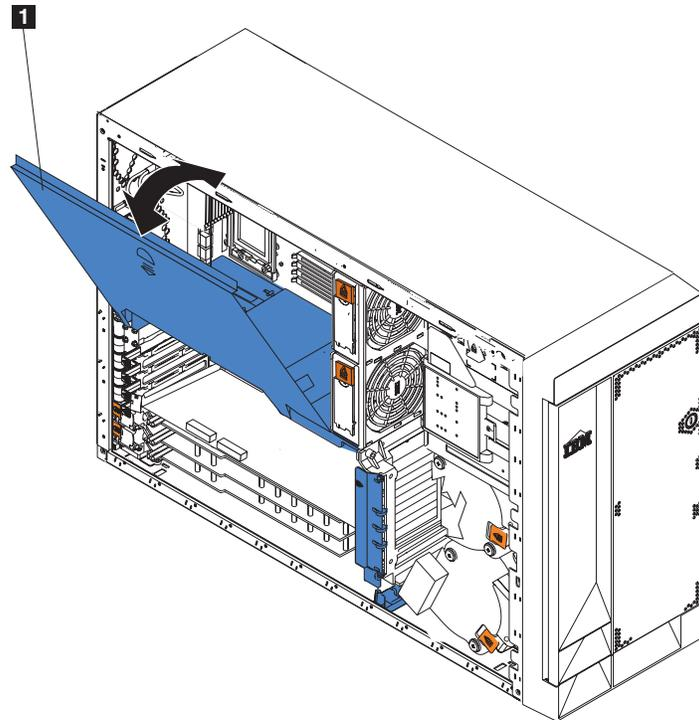
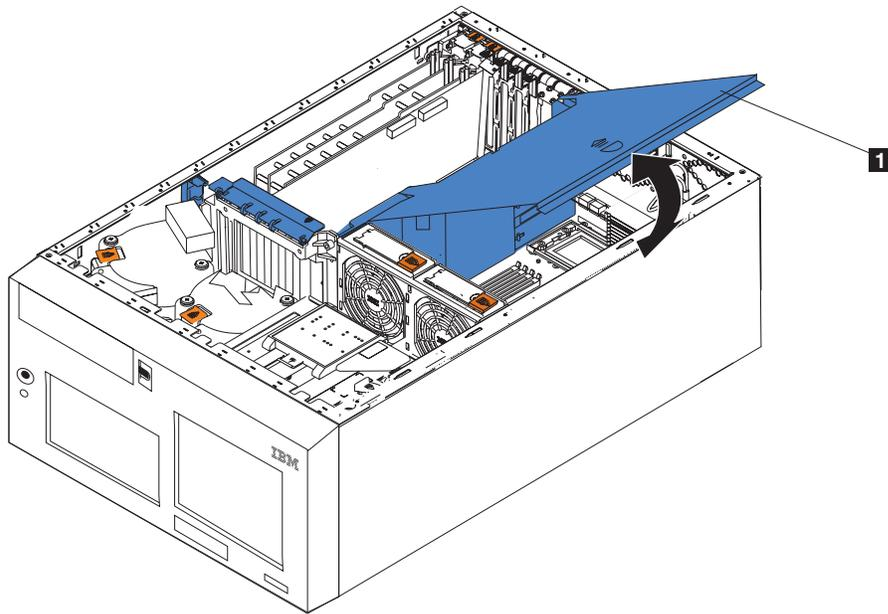

Figure 65. Ouverture du capot du déflecteur d'air (Modèle 25T)
Figure 66. Ouverture du capot du déflecteur d'air (Modèle 25T avec l'option de conversion pour montage en rack)
4. Ouvrez le capot du déflecteur d'air comme indiqué à la figure 65 et à la figure 66 à la page 90.
3. Ouvrez le capot du déflecteur d'air. Voir la figure 65 à la page 89 et la figure 66 à la page 90 pour une illustration.